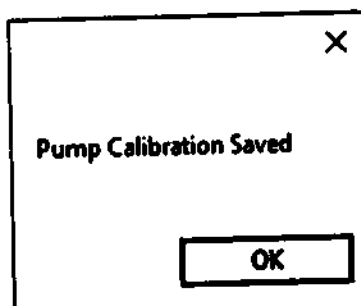

Рисунок 56
9.5.6.12 Введите измеренный объем (мкл) и нажмите кнопку «ОК». Коэффициент калибровки насоса будет рассчитан автоматически, и ниже появится сообщение, если результат находится в допустимом диапазоне [Рисунок 56].